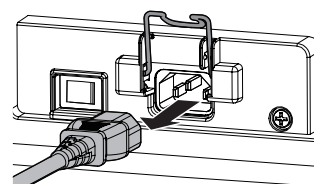

Abb. 2
- 3) Halten Sie den Stecker des Netzkabel fest und ziehen Sie das Netzkabel aus dem <AC IN>-Anschluss des Projektors heraus. (Abb. 2)